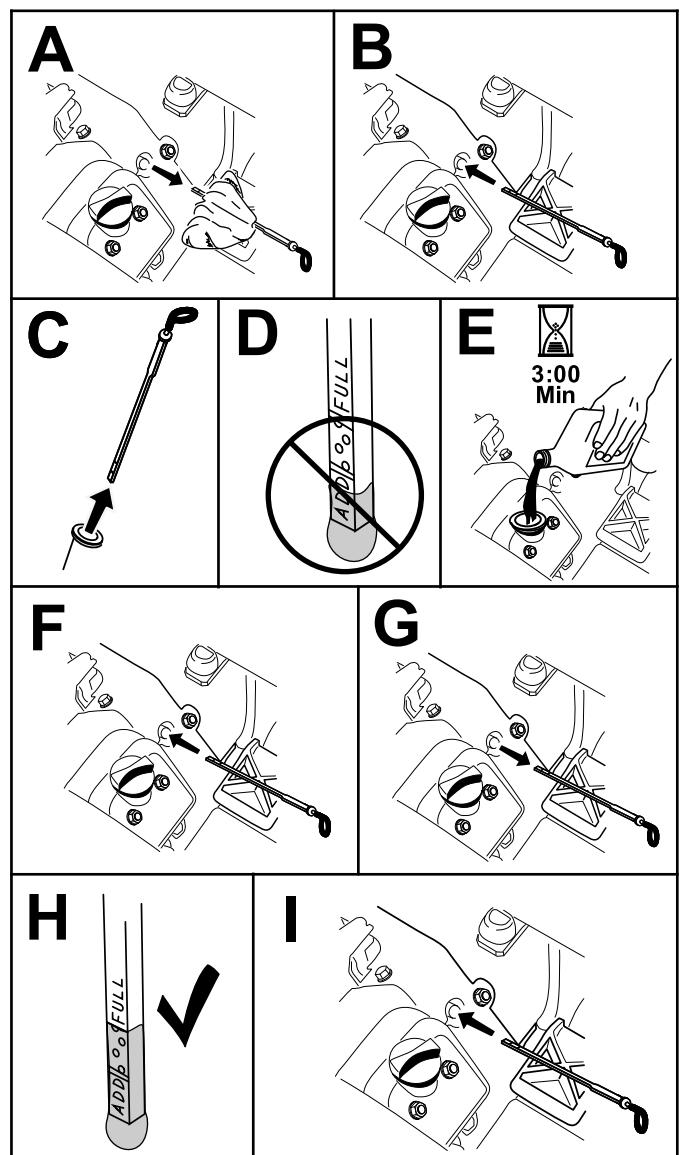

Figura 25
5. Introduzca la varilla en el tubo asegurándose de que entre a fondo. Retire la varilla del tubo y verifique el nivel de aceite. Si el nivel de aceite es bajo, retire el tapón de llenado de la cubierta de la válvula y añada una cantidad suficiente del aceite especificado para elevar el nivel a la marca Lleno de la varilla (Figura 25).